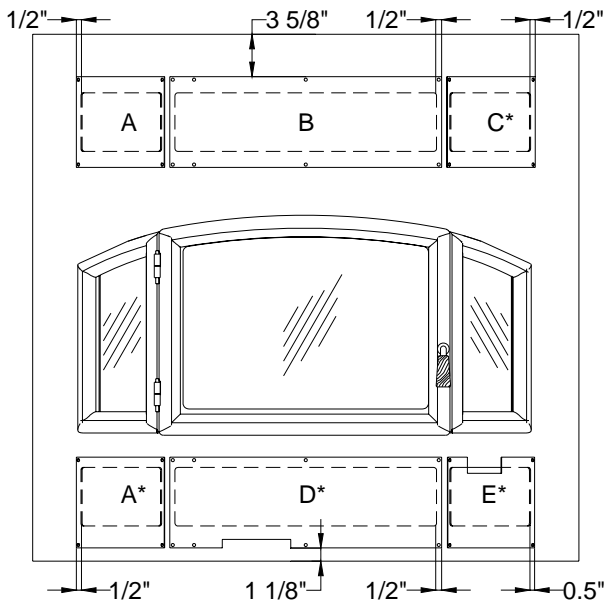

Figure 3 Installation des plaques d'obstruction sur un foyer Delta2 / Installation of the obstruction plates on a Delta2 fireplace
- **For a Delta2 installation:** all plates are required as shown in Figure 3. You will need to break the two double plates into two pieces each (B-C and D-E). Simply bend them back and forth a couple of times and they will break apart. If you intend on using the Rock Retainer Kit (FO-KD2), please skip the installation of plates A, C, D and E since the rock retainer kit provides its own integrated plates for those louver openings.
10. Using the self-tapping screws provided, install all necessary plates as shown in Figure 3 for a Delta2, in Figure 4 for an Onyx2 and in Figure 5 for an Opel2 or Opel3 fireplace.
- **Pour l'installation sur un Delta2 :** toutes les plaques sont requises (voir Figure 3). Vous devez séparer les deux plaques doubles (B-C et D-E). Pliez simplement les plaques dans une direction puis dans l'autre quelques fois et elles se sépareront. Si vous prévoyez installer la trousse de retenue de façade (FO-KD2), n'installez pas les plaques A, C, D et E étant donné que la trousse de retenue de façade contient des plaques intégrées au grillage pour ces ouvertures.
10. En utilisant les vis auto-taraudeuses fournies, installez les plaques requises selon la Figure 3 pour un Delta2, selon la Figure 4 pour un Onyx2 et selon la Figure 5 pour un foyer Opel2 ou Opel3.